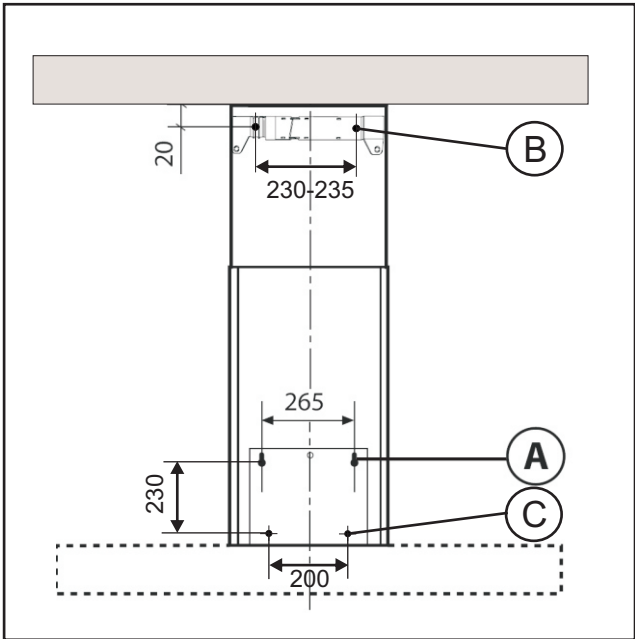

Fig.3
- Respetando las medidas, realice los 6 agujeros **A-B-C** de Φ 6, indicados en la **(Fig.3)**.
- Inserte los tornillos **(Fig.3-A)** sin apretar del todo y cuelgue la campana en ellos. Seguidamente fije el cuerpo de la campana en la pared mediante los dos tornillos internos **(Fig.3-C)**.